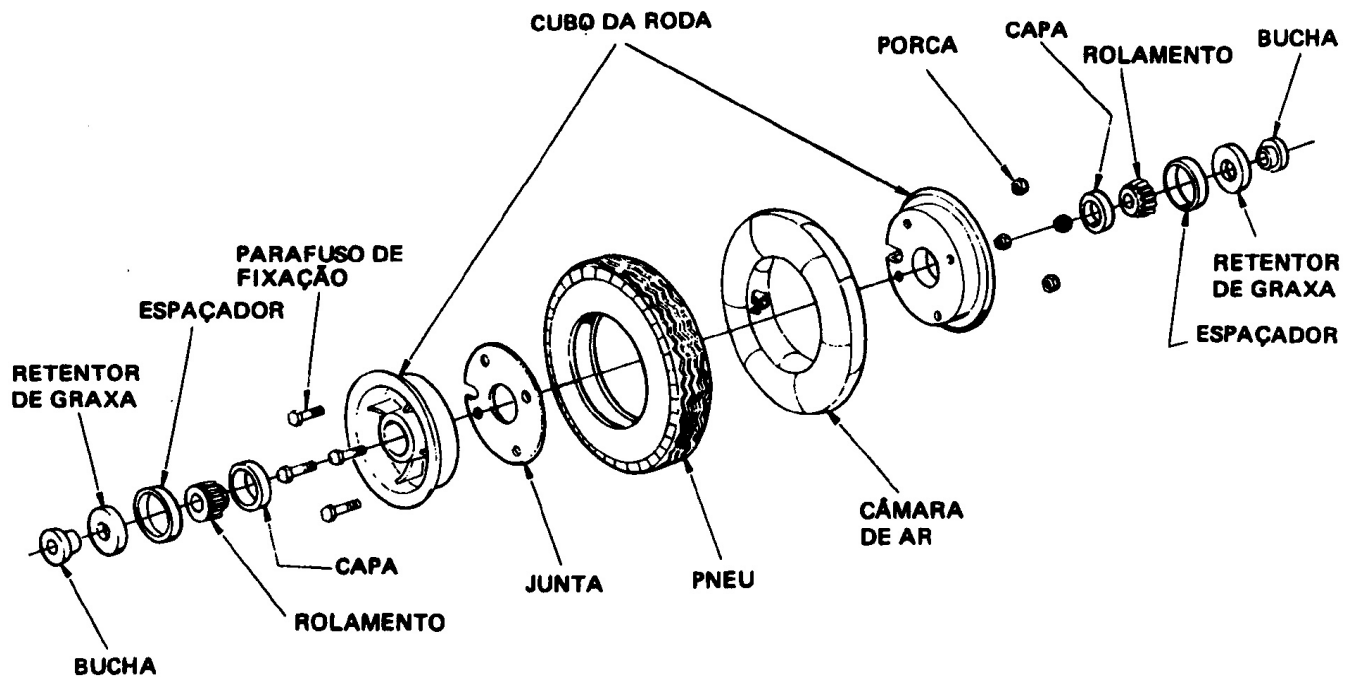

Figura 32-14. Roda da Bequilha
32-26. RODA DA BEQUILHA (Figura 32-14)**32-27. REMOÇÃO DA RODA DA BEQUILHA**
- c. Observando a posição dos componentes da roda na figura 32-14, remova do eixo da roda o contrapino (se existente), a porca e a arruela.
- c. Remova os quatro parafusos de junção das metades do cubo da roda e separe-as, removendo o pneu e a câmara de ar (veja figura 32-14).